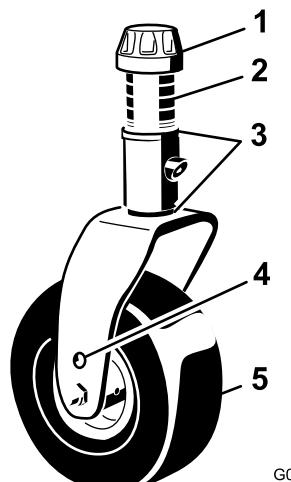

Рисунок 22
- Установите на вал регулировочные прокладки (как они были установлены первоначально) и остальные проставки (Рисунок 22).
2. Проставки (4)
7. Установите колпачковую гайку для закрепления узла (Рисунок 22).